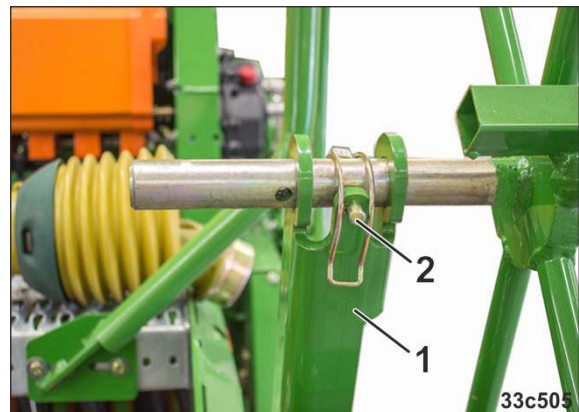

Fig. 115
15. Das Spornrad aus der Transporthalterung (Fig. 115/1) herausziehen. Das Spornrad ist mit einem Klapstecker (Fig. 115/2) gesichert.
- 3.2 Das Spornrad an der Transporthalterung (Fig. 115/1) befestigen und mit dem Klappstecker (Fig. 115/2) sichern.